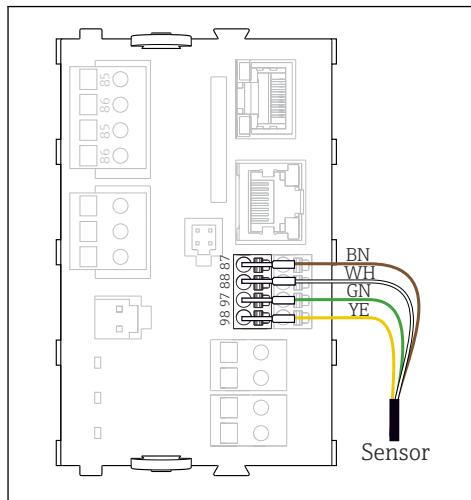

図 28 Memosens センサ、追加電源なし
- センサモジュール PEM および Memosens モジュール 2DS またはベースモジュール-E (→ 図 28 以降) (Memosens センサのみ) の端子コネクタにセンサケーブルを直接接続